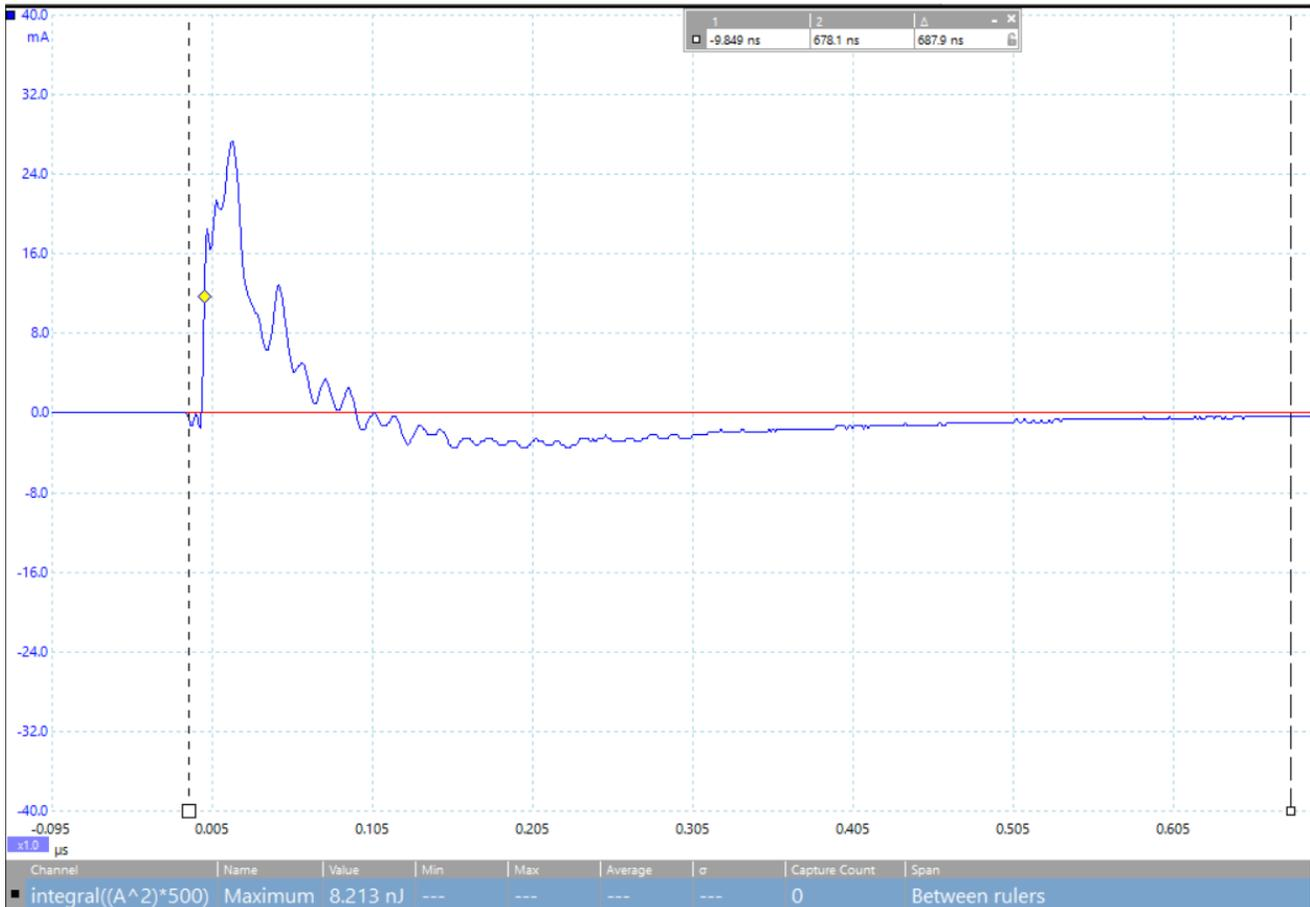

图 14. PicoScope 软件测量能量的屏幕截屏。
11. 用鼠标将左示波器光标拖到放电波形的左侧，将右光标拖到波形衰减为零的点。提示：如果波形下降到零线以下，请将光标置于第二次穿过零线的点（图 14）。